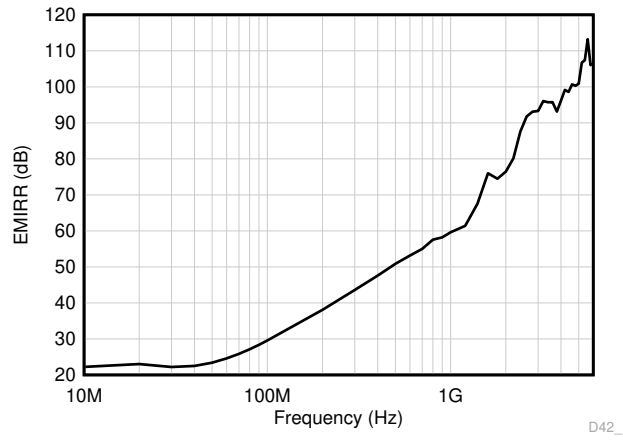

图 8-4. EMIRR 测试
OPAx310 使用集成电磁干扰 (EMI) 滤波来降低干扰源 (如无线通信设备 (射频干扰 (RFI)) 以及混合使用模拟信号链和数字组件的高密度电路板) 产生的 EMI。利用电路设计技术可以提高 EMI 抗扰度；OPAx310 从这些设计改进中受益。德州仪器 (TI) 已经开发出在 10MHz 至 6GHz 宽频谱范围内准确测量和量化运算放大器抗扰度的功能。图 8-4 显示了对 OPAx310 执行此测试的结果。表 8-1 显示了 OPAx310 在实际应用中常见特定频率下的 EMIRR IN+ 值。运算放大器的 EMI 抑制比应用报告包含了与运算放大器相关的 EMIRR 性能主题，该报告可在 [www.ti.com](http://www.ti.com) 上下载。